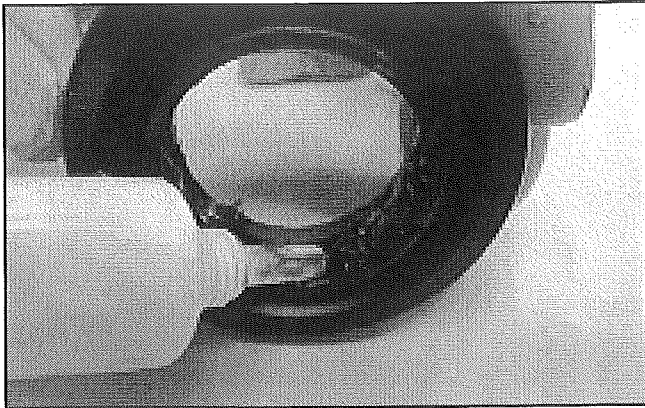

FIGURE 17
29. Localiser le joint de cuve et le graisser. Appliquer la graisse dans les deux cavités à l'intérieur de la lèvre du joint de cuve. Voir Figure 17.